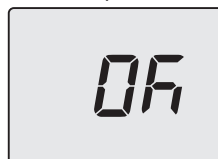

Figura 5.50
- Premendo il tasto 14 (Figura 5.44) si ottiene la conferma del valore inserito. Il display visualizzerà per 5 sec. quanto segue (Figura 5.50) poi, si porterà al livello superiore.